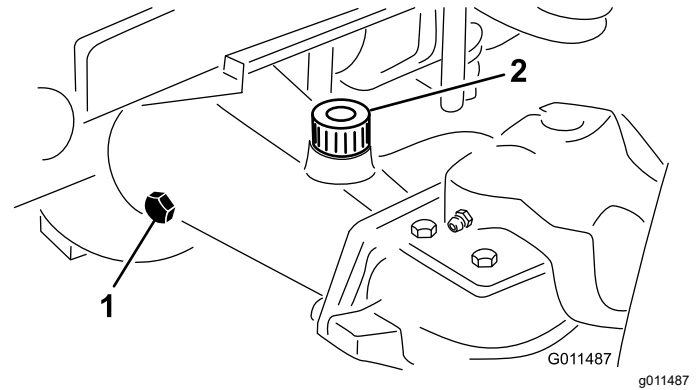

Figura 107
- Retire un tapón de verificación del extremo del eje y asegúrese de que el lubricante llega al borde inferior del orificio (Figura 107).